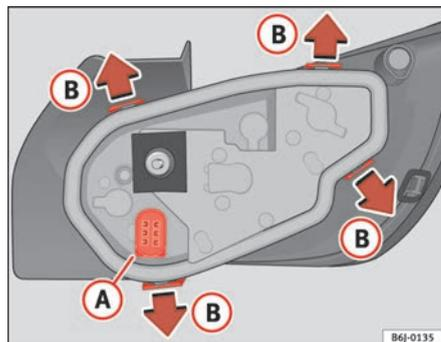

Fig. 157 Cambio lampade luci posteriori
- Togliere il connettore dall'alloggiamento (A) ⇒ fig. 157.
- Togliere il portalamпада, separandolo dalla scatola. Premere sulle linguette (B) nel senso indicato dalle frecce ⇒ fig. 157.